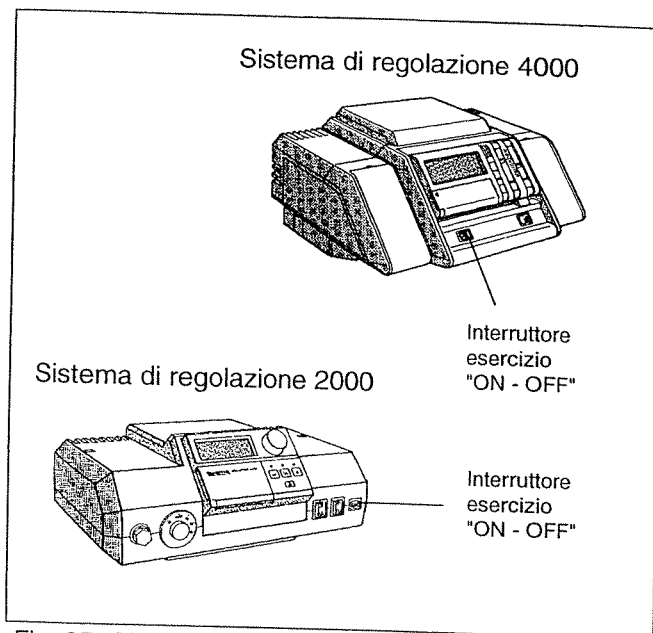

Fig. 35: Sistemi di regolazione 2000 e 4000
- Nel tubo dei gas combusti, a ca. $2 \times \varnothing$ AA dalla sicurezza antiriflusso sul lato distante dalla caldaia eseguire un foro su (Fig. 35).
- Portare l'interruttore di esercizio (Fig. 35) sulla posizione 0 (OFF).